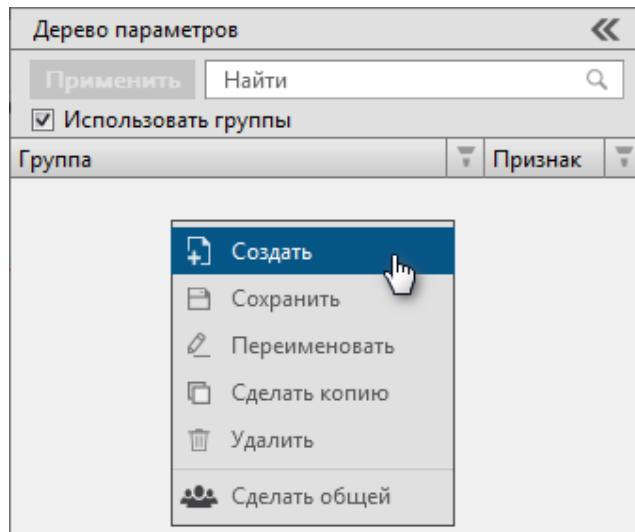

Рисунок 22 - Создать группу
2. Нажмите ПКМ и выберите команду **Создать** (Рисунок 22).